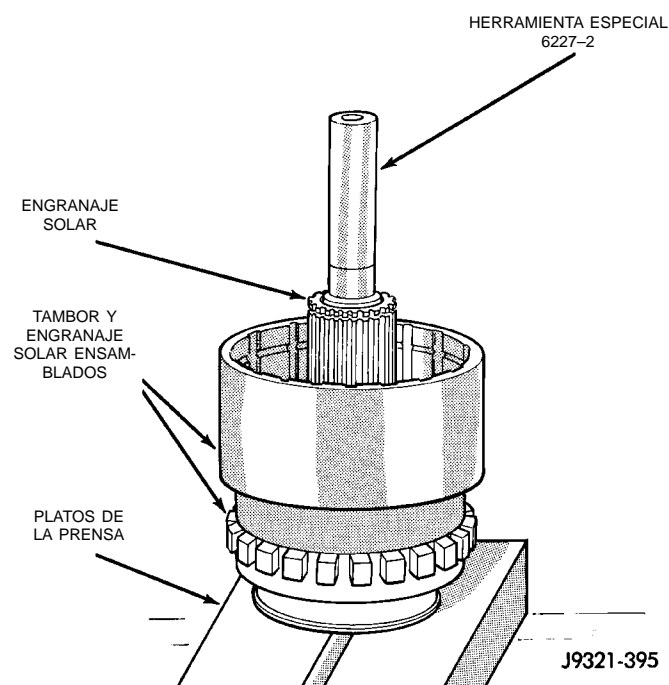

Fig. 235 Instalación de la herramienta de alineación
(15) Coloque el eje transmisor, el engranaje anular y el tambor de embrague ensamblados en una prensa de taller. El muelle del embrague directo, la maza y el conjunto de embrague son más fáciles de instalar cuando el conjunto está colocado en la prensa.
(16) Alinee las estrías en las mazas del engranaje planetario y el acoplamiento de rueda libre con la Herramienta de alineación 6227-2 (Fig. 235). Inserte la herramienta a través del engranaje solar y dentro de las estrías de ambas mazas. Asegúrese de que la herramienta de alineación esté totalmente asentada antes de continuar.